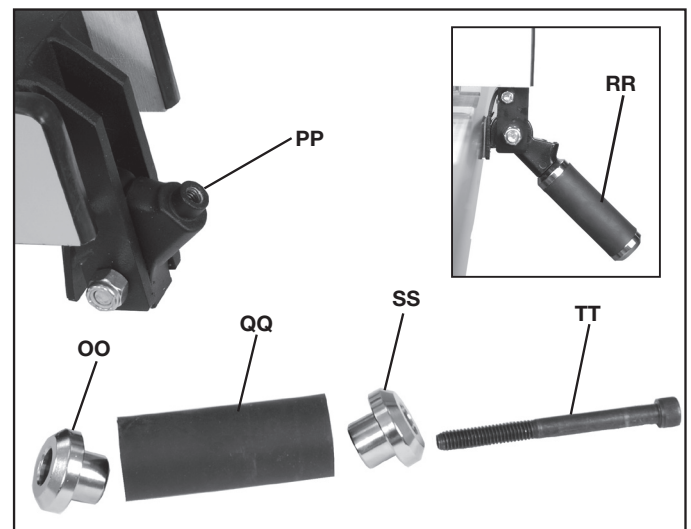

FIG. 19
1. Placer le capuchon de la poignée serre-guide (OO) fig. 19 sur la tige (PP). Placer ensuite le corps de la poignée serre-guide (QQ) sur le capuchon (OO), puis l'autre capuchon (SS) sur le corps (QQ).
2. Placer la vis de la poignée serre-guide (TT) dans le capuchon (SS), jusqu'au fond, et serrer dans la tige (PP).
3. La poignée finie devrait ressembler à (RR).